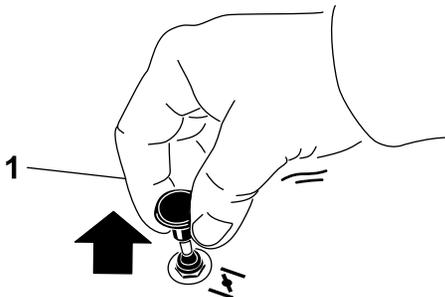

Figura 8
1. Tire hacia arriba del mando para activar el estárter antes de girar la llave del contacto (Figura 8).
2. Presione hacia abajo el control del estárter para desactivar el estárter después de arrancar el motor (Figura 8).